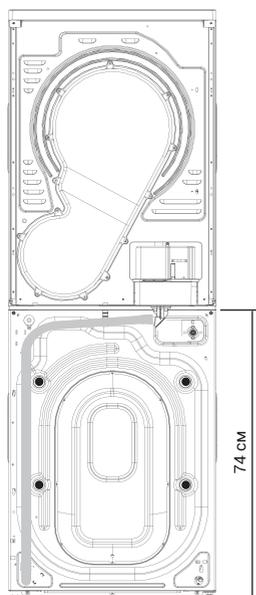

рис.1
1. Открутите все четыре транспортировочных болта с помощью гаечного ключа, входящего в комплект поставки (Рис. 1). После откручивания извлеките болты из отверстий.
1. Установите сушильную машину на стиральную. Для этого совместите её основание с четырьмя монтажными пазами, расположенными на верхней крышке стиральной машины (см. Рис. 1).
Высота верхней точки слива над полом не должна превышать 74 см (рис.1).